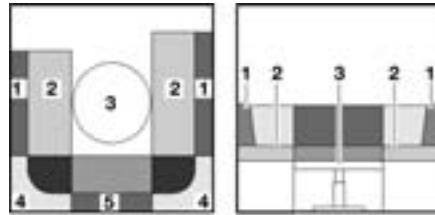

Bild 76 Während des Umbaus
- Die Rückenpolster (Bild 76,1, 4 und 5) abnehmen.
- Das Zusatzpolster (Bild 77,6) zwischen die Sitzpolster (Bild 77,2) auf den Tisch (Bild 76,3) legen.